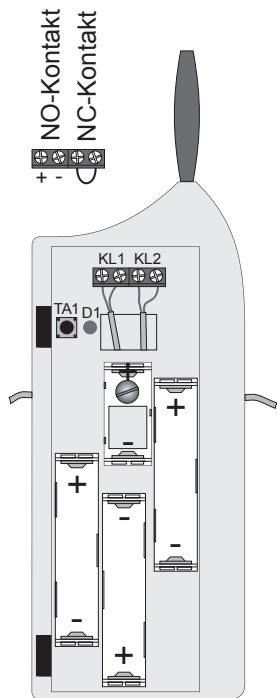

Bild 5
Dabei muss es sich um NC-Kontakte (normally closed, normal geschlossen) handeln, die am Anschluss „KL2“ betrieben werden müssen, siehe Seite 12, Bild 5.
- Um die Überwachung komplett zu machen, können am Tür-/Fenster-Melder auch NO-Kontakte (normally open, normal geöffnet) betrieben werden (am Anschluss „KL1“, siehe Seite 12, Bild 5).
Im Tür-/Fenster-Melder selbst sind die Kabel unterhalb des Batteriefachs für die LR44-Knopfzellen zu den Schraubklemmleisten zu führen (andernfalls lassen sich die LR44-Knopfzellen später ja nicht einlegen), siehe im Bild 5.
Im Bild 5 rechts ist die Schraube ebenfalls zu sehen.
Falls der Glasbruchmelder eine Polaritätsangabe hat, so ist der Pluskontakt an der linken Schraubklemme von KL1 anzuschließen (siehe Bild 5).